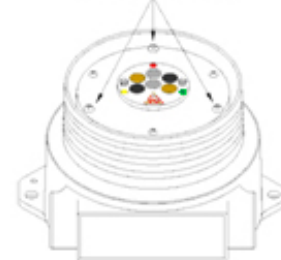

Figura 2-8
3. Solte os três parafusos prisioneiros no disco do módulo de detector (veja a Figura 2-8).